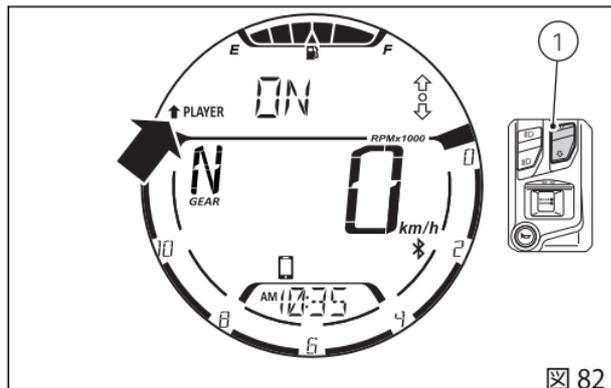

図 82
音楽プレーヤーを起動 (ON) した後で別の機能に切り替えるために一旦プレーヤー操作から出た場合、再び音楽プレーヤー操作に戻るには、メニューに“音楽プレーヤー操作 (PLAYER)” 機能を表示してからボタン (1) を 2 秒間押してください (図 82)。